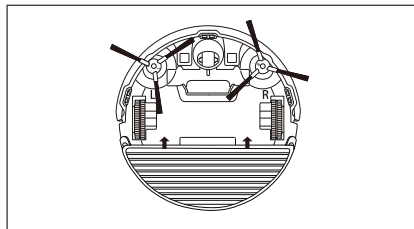

Figure 1
2. La serpillière et le support de la serpillière doivent être sur le robot lorsque le réservoir d'eau est utilisé. (Figure 1)